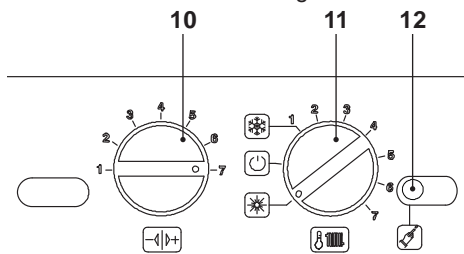

Figura 7.2
- Posizionare le manopole del pannello comandi come indicato in Figura 7.2.
- Per entrare nella modalità Spazzacamino bisogna entrare in programmazione premendo per 10 secondi il pulsante di ripristino 12 in Figura 7.2 fino alla comparsa del parametro **P01** sul display LCD; sul display LCD compare la seguente visualizzazione (la sequenza **P01** si alterna -- --).
- Premere il pulsante di ripristino 12 in Figura 7.2 per lo scorrimento dei vari parametri sino al raggiungimento del parametro **P09** valido per il settaggio modalità Spazzacamino; sul display LCD compare la seguente visualizzazione (la sequenza **P09** si alterna a **00**).